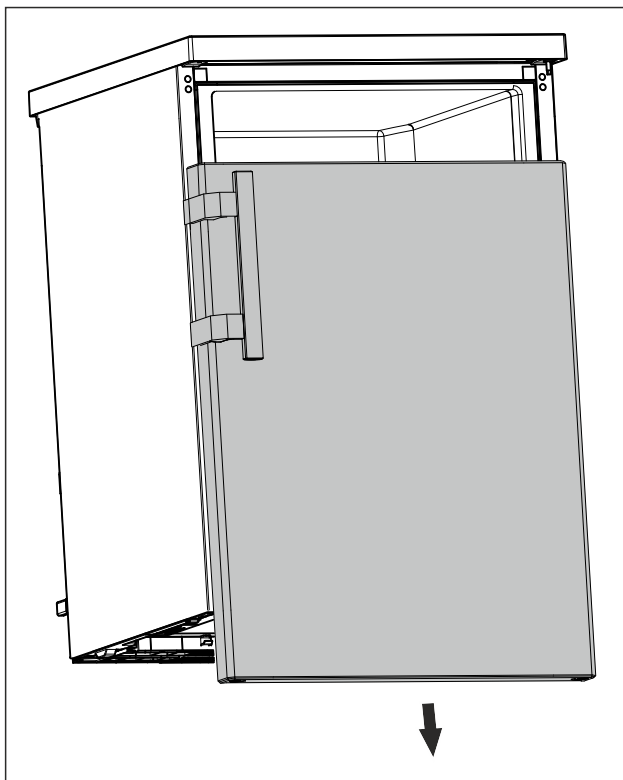

Fig. 16
- ▶ Verwijder de deur naar beneden. (zie Fig. 16)